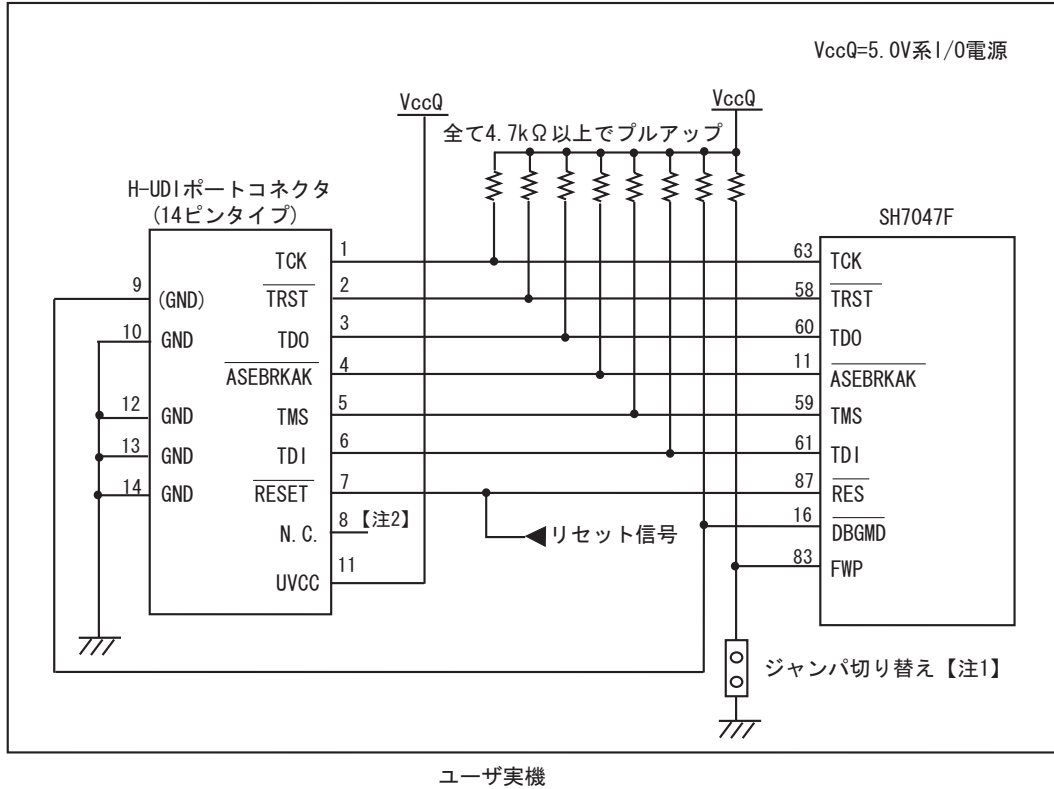

図 1.5 E10A-USB 使用時の H-UDI ポートコネクタ - チップ間の推奨接続例
- 図1.5 推奨接続例で回路を組んだ場合のE10A-USBエミュレータのスイッチ設定：SW2=1, SW3=1スイッチ設定の詳細は、「SuperH™ファミリ用 E10A-USB エミュレータユーザズマニュアル3.8 DIPスイッチの設定」を参照してください。